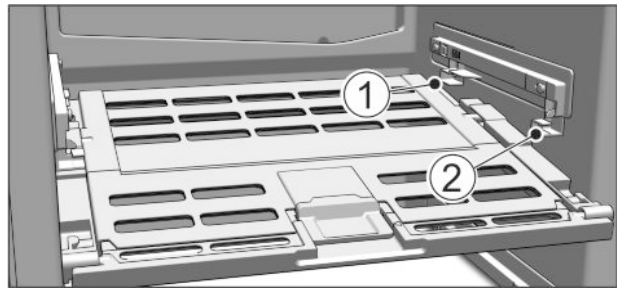

Fig. 16
► Deckel Fruit & Vegetable-Safe einsetzen: Deckelstege von unten in die hintere Halterung Fig. 16 (1) einführen und vorne in die Halterung Fig. 16 (2) einrasten.